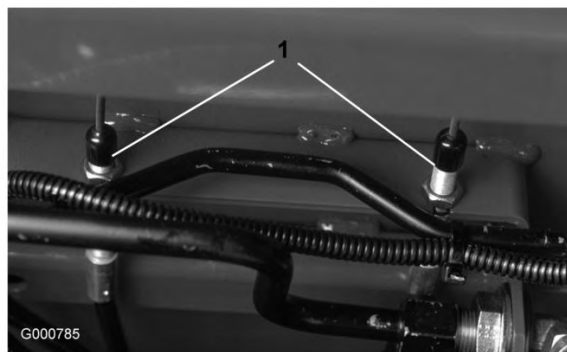

Figura 75
2. Para reduzir a folga dos pedais de travão, aperte-os, libertando a porca dianteira que se encontra na extremidade roscada do cabo do travão (Figura 75). Depois, aperte a porca traseira para deslocar o cabo para trás até que os pedais dos travões apresentem uma folga de 1,25-2,5 cm. Aperte as porcas dianteiras após a conclusão do ajuste.